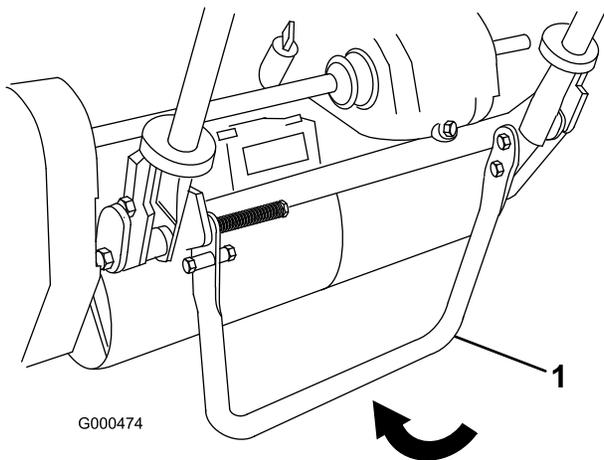

図 22
1. キック・スタンドを立てる（スタンドを足で下げながらハンドルを持ち上げる；図 22）。